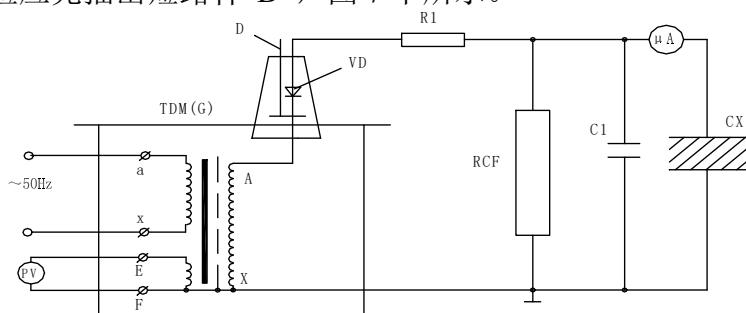

图 7：高压直流泄漏试验接线图
2、YDJZ 试验变压器在做被试品的直流耐压或泄漏试验时接线原理图如图 7。
注：此试验应先抽出短路杆“D”，图 7 中所示。